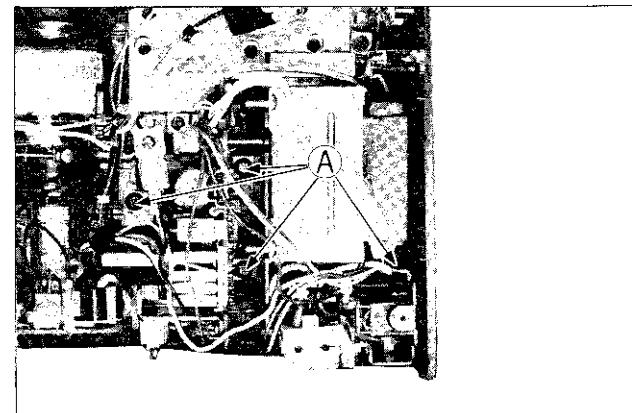

Fig. 2-5
2. Retirer les quatre vis de fixation indiquées par la lettre **(A)** sur la figure 2-5. Puis déposer la plaque à circuits imprimés d'alimentation.